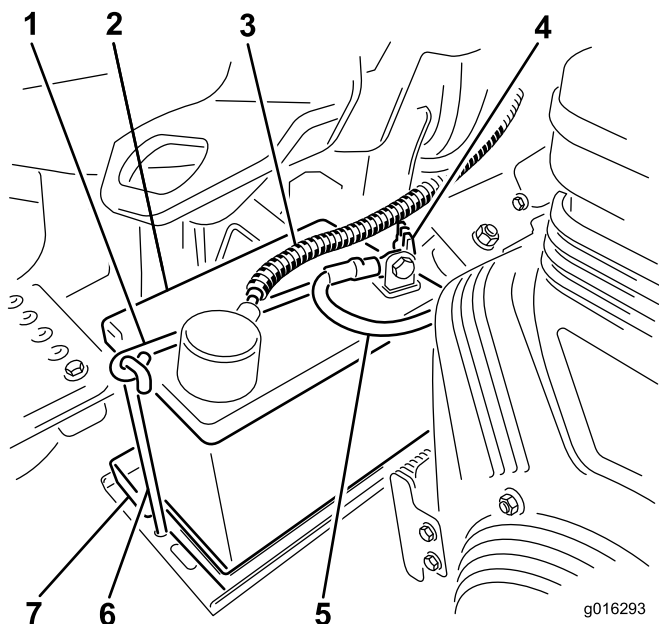

Figura 8
7. Coloque la batería en la bandeja de la batería y sujétela con la abrazadera y las fijaciones que retiró anteriormente (Figura 8).
8. Conecte el cable positivo (rojo) al borne positivo (+) y el cable negativo (negro) al borne negativo (-) de la batería y sujételos usando los pernos y las tuercas (Figura 8). Deslice la cubierta de goma sobre el terminal positivo para evitar posibles cortocircuitos eléctricos.